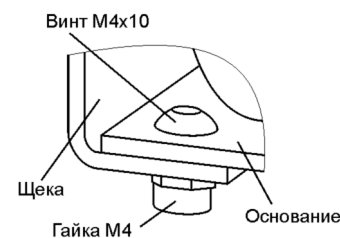

Рис. 3.2
3.2.5. Установите на основание левую и правую щеки при помощи винтов M4x10 и гаек M4 (см. рис. 3.2).